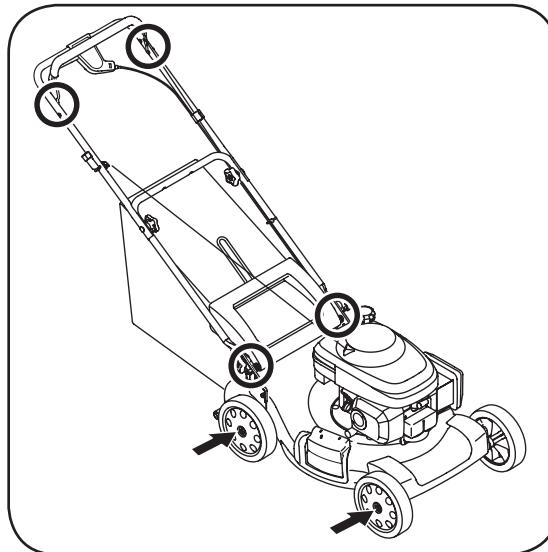

Figura 5-1: Áreas de lubricación en la podadora.
- Lubrique con aceite ligero los puntos de pivotaje del control de la cuchilla al menos una vez cada estación. El control de la cuchilla debe funcionar libremente en ambas direcciones, Figura 5-1.
- Lubrique las ruedas por lo menos una vez por temporada con aceite ligero o aceite para motor. Si las ruedas se quitan por cualquier razón, debe lubricar la superficie del eje y la superficie interna de la rueda con aceite ligero, Figura 5-1.
- Lubrique el resorte de torsión y el punto de pivotaje de la puerta trasera de descarga periódicamente con aceite ligero para prevenir la oxidación, Figura 5-1.